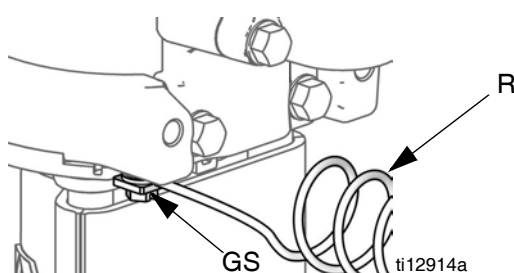

FIG. 2. Vite e filo di terra
1. Pompa: Vedere FIG. 2. Verificare che la vite di messa a terra (GS) sia fissata e avvitata saldamente al motore pneumatico. Collegare l'altra estremità del filo di terra (R) a una presa di terra efficace.